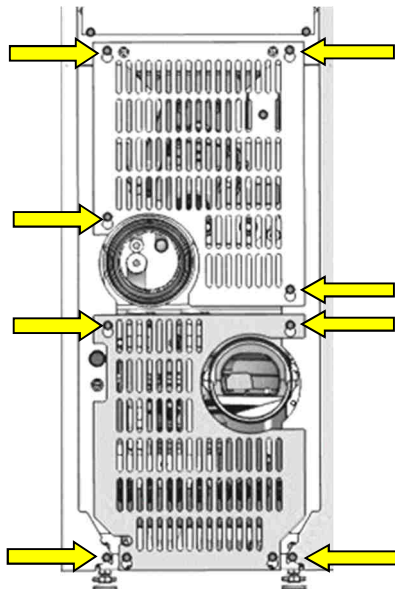

Abb. 17: Teile der Rückwand demontieren
1. Die 8 Befestigungsschrauben (Abb. 17; M5 Außensechskant) lösen, jedoch nicht entfernen, beide Verkleidungsbleche anheben und abnehmen.